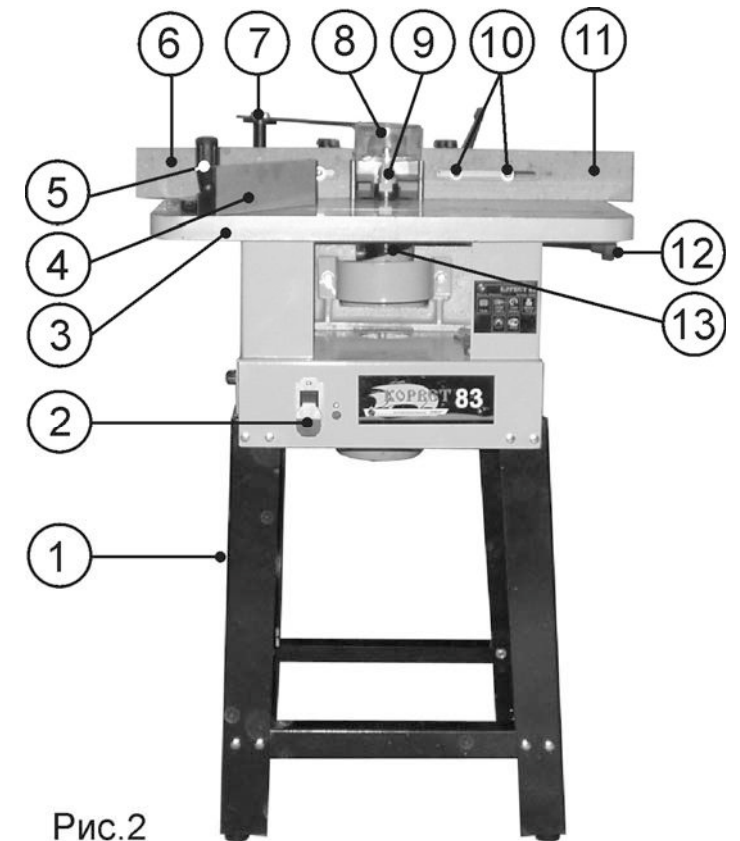

Рис.2
7.1. Станок состоит из следующих сборочных единиц и деталей (Рис.2, 3)
8.1.1. Из двух боковых панелей (В) и двух планок (Н) используя крепёж (К) Рис. 1 собрать основание (1) Рис.2.
8.1.2. Станок (А) установить и используя крепёж (К) Рис. 1 закрепить на основании (1) Рис.2.
- 8.3.2. На стойке (23) винтами фиксации (10) закрепить заднюю и переднюю направляющие планки (6 и 11) Рис.2; 5.